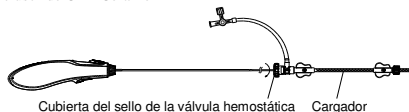

Figura 6. Ilustración del atornillado de la cubierta del sello de la válvula hemostática en la dirección de las agujas del reloj
- Gire la cubierta del sello de la válvula hemostática hasta el ángulo adecuado (consulte la **Figura 6**), y vuelva a empujar y tirar repetidamente para asegurarse de que la tensión sea apropiada.